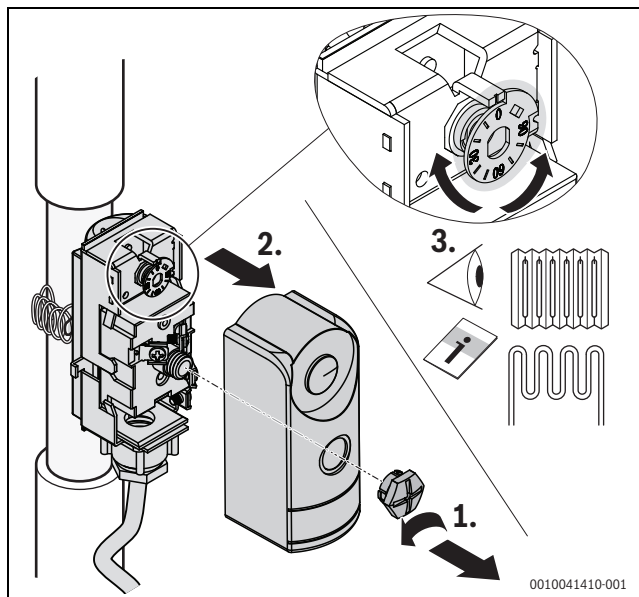

Fig. 20 Réglage de la température
- ▶ Retirer la vis d'arrêt et enlever le cache du thermostat de sécurité (→ fig. 20).
- ▶ Régler la température d'arrêt sur l'échelle du thermostat de sécurité conformément à la conception et la compatibilité de l'installation de chauffage (→ fig. 20). Tenir compte de la température appropriée pour le revêtement de sol.